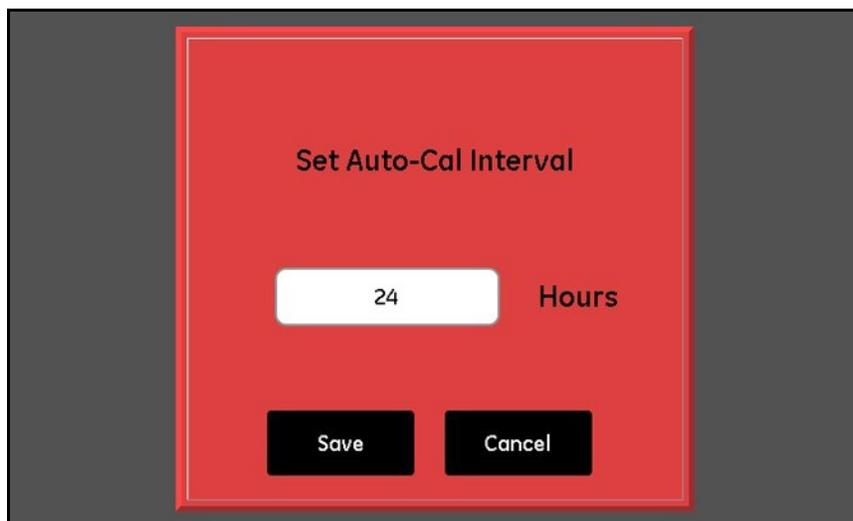

Рис. 57: Экран определения интервала автокалибровки
1. На экране *Probe Configuration* (Настройка датчика) выберите **Auto-Cal Setup** (Настройка автокалибровки) и перейдите на экран *Set Auto-Cal Interval* (Определение интервала автокалибровки) для соответствующего датчика (см. Рис. 57 ниже).